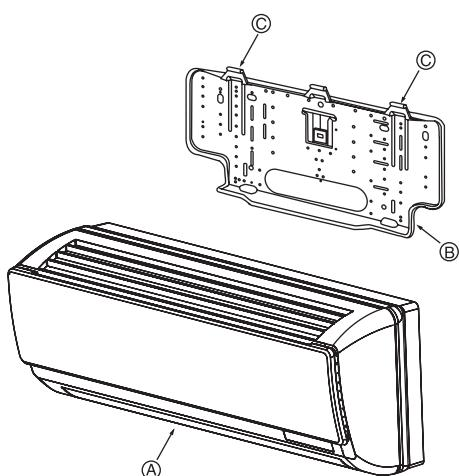

Fig. 3-8
3.3. Montage de l'appareil (Fig. 3-8)
- ① Veiller à bien suspendre les attaches métalliques de l'appareil intérieur au-dessus des crochets de la structure de montage mural.